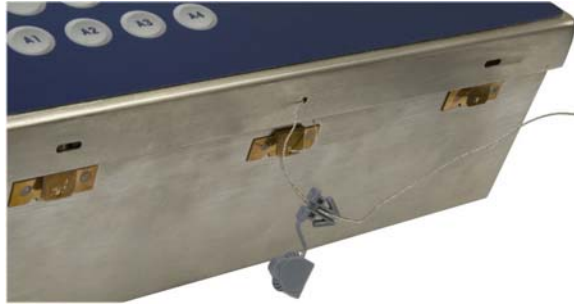

Figura 2-89: Sellado externo de la caja para ambientes adversos
6. Inserte el extremo del cable a través del sello de plástico e inserte el sello para que cierre. Observe que, para mostrar la relación entre los componentes, la Figura 2-89 presenta la tapa abierta, el cable flojo, y el sello aún sin cerrar.